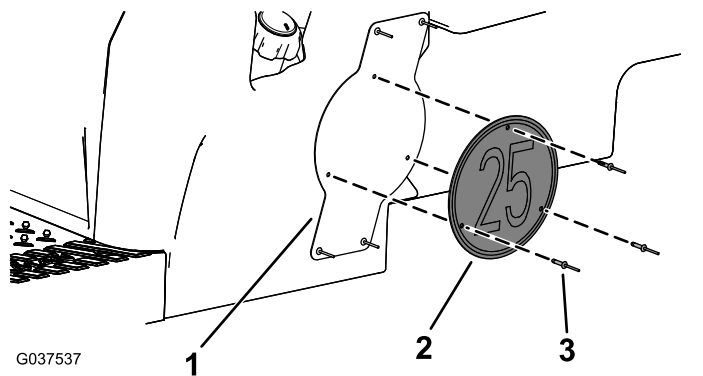

図 12
8. ブラケットに速度表示板を取り付けるポップリベット3/16 x 15/16"3本で図 12のように取り付ける。